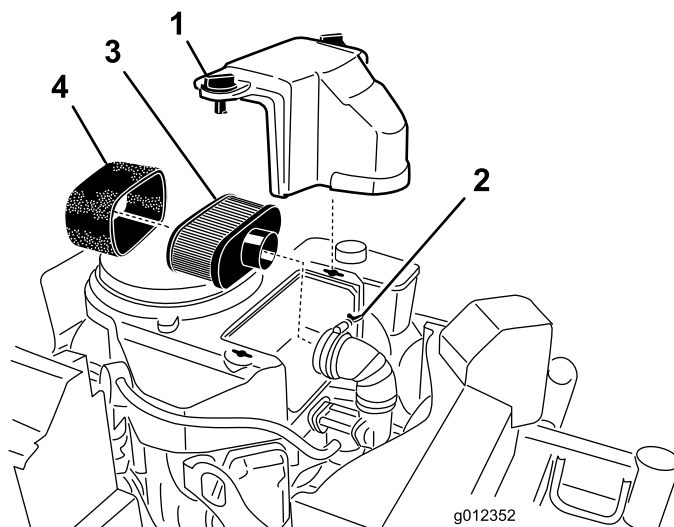

Figura 43
3. Para evitar qualquer dano, limpe à volta do filtro de ar para impedir a entrada de impurezas para o interior do motor (Figura 43).
4. Desaperte os manípulos da tampa e retire a cobertura do filtro de ar (Figura 43).
5. Desaperte a braçadeira de tubo e retire a estrutura do filtro do ar (Figura 43).
6. Retire cuidadosamente o filtro de esponja, passando pelo filtro de papel (Figura 43).